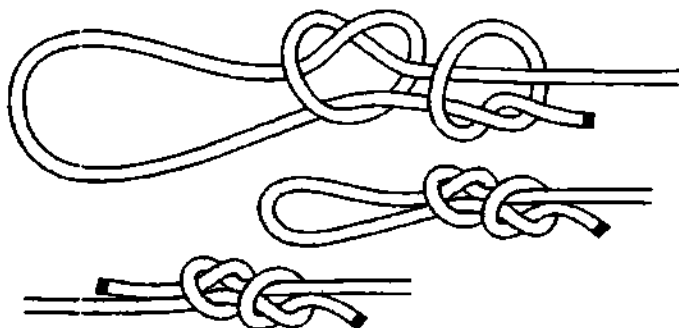

Рис. 204. **Рыбацкая петля** и **рыбацкий узел** для связывания двух концов.
**Рыбацкая петля** – это **быстроразвязывающийся простой узел** со стопорным **простым узлом**, завязанным вокруг коренного конца (рис. 204). Если **рыбацкая петля** не завязана на опоре, её можно быстро развязать, раздвинув **простые узлы** и поочерёдно вытянув сначала ходовой конец первого **простого узла** и затем коренной конец второго **простого узла**.